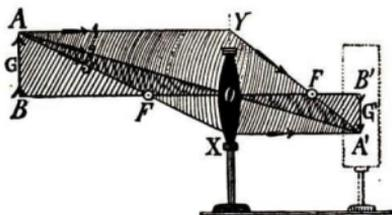

Abb. 262. Die drei ausgezeichneten Strahlen]
so folgt aus dem Winkelhakensatz (Abb. 262; $\sphericalangle R X S = \sphericalangle R' X S'$), daß die austretenden Strahlen **auseinanderlaufen**. Bringt man das Auge in
4. Zur raschen Zeichnung des Bildortes dienen wieder die drei ausgezeichneten Strahlen (Abb. 262).